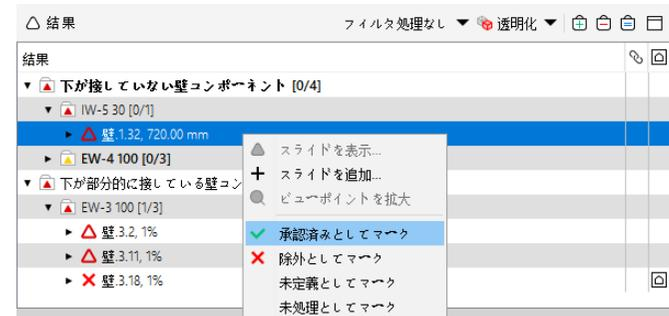

図 59. 案件を承認済みとしてマーク
- (18) 「下が接していない壁コンポーネント」を右クリックし、コンテキストメニューから、今回は「承認済みとしてマーク」を選択します。(図 59 を参照)
- (19) 3D ビューで建物全体を表示しましょう。「全て表示」を 3D ビューツールバーから選びます。これで 3D ビューの透過とハイライトが取り消され、建物全体が表示されました。次に、3D ビューツールバーから「斜め右正面」を選択してください。
- (20) 自動コンポーネント表示機能を設定します。